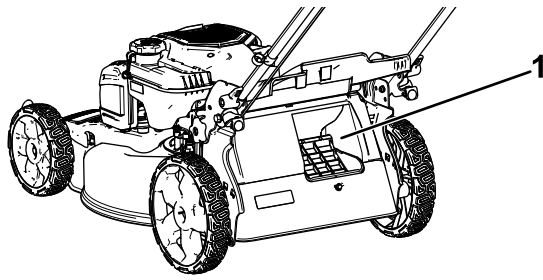

Figura 17
**Importante:** Per il corretto funzionamento, spegnete il motore, attendete che tutte le parti in movimento si arrestino e poi rimuovete eventuale sfalcio e detriti dallo sportello Bag-on-Demand e dall'apertura circostante (Figura 17) prima di spostare